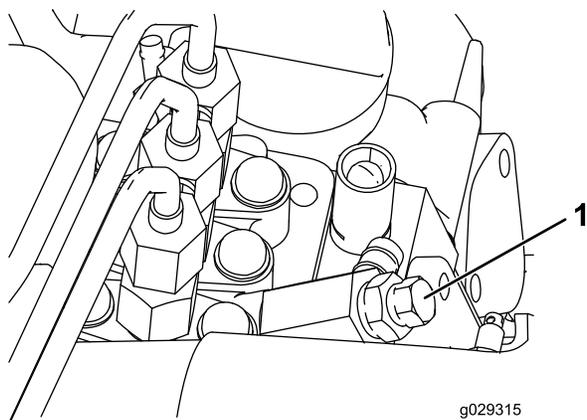

Рисунок 30
3. Выверните винт стравливания воздуха из насоса для впрыска топлива (Рисунок 30).